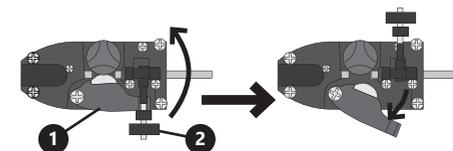

Fig. 5.
- (Véase fig. 5.) Doble la perilla (2) de ajuste de presión del rodillo de presión. El rodillo de presión (1) también debe saltar de su posición.